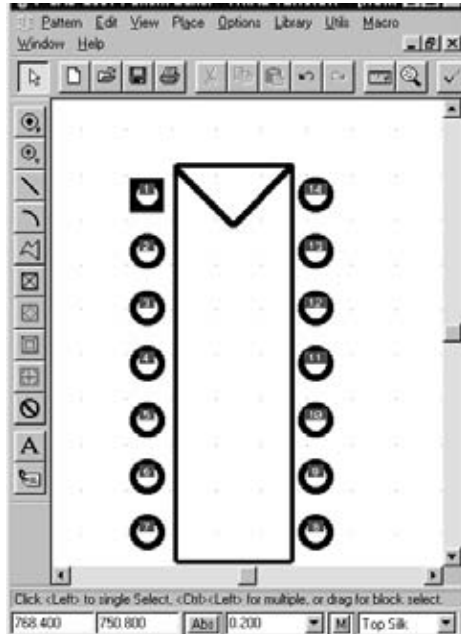

Рис. 3.3.10
- Начертить контур микросхемы. Для этого выполнить команду **Place Line**. Установить курсор в первую точку с координатами (11,25; 26,5) и щелкнуть ЛК. Перевести курсор во вторую точку (11,25; 8,75) и щелкнуть ЛК. Перевести курсор в 3-тью точку (16,25; 8,75) и щелкнуть ЛК. Затем в 4-ую точку (16,25; 26,25) и ЛК. Далее перевести курсор в первую точку (11,25; 16,25) и щелкнуть ЛК. После этого в точку с координатами (13,75; 23,75) и ЛК. Снова перевести курсор в 4-ую точку (16,25; 26,25) и щелкнуть ЛК, а затем ПК (рис. 3.3.10).